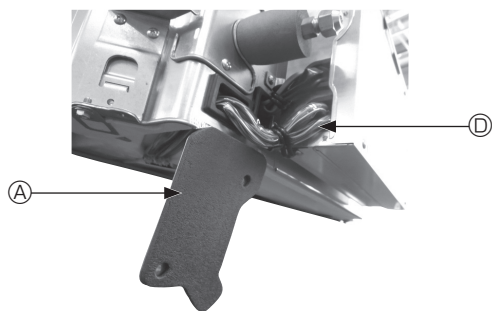

Fig. 5-4
- ① Retirez les deux vis de fixation du couvercle des fils de l'appareil principal, puis ouvrez le couvercle.
- ② Faites passer les fils du Capteur i-see et du récepteur de signal dans les entrées de fils du boîtier des composants électriques, comme montré sur le schéma, et autour des traversées isolées sur le côté de l'appareil principal. (Fig. 5-4)